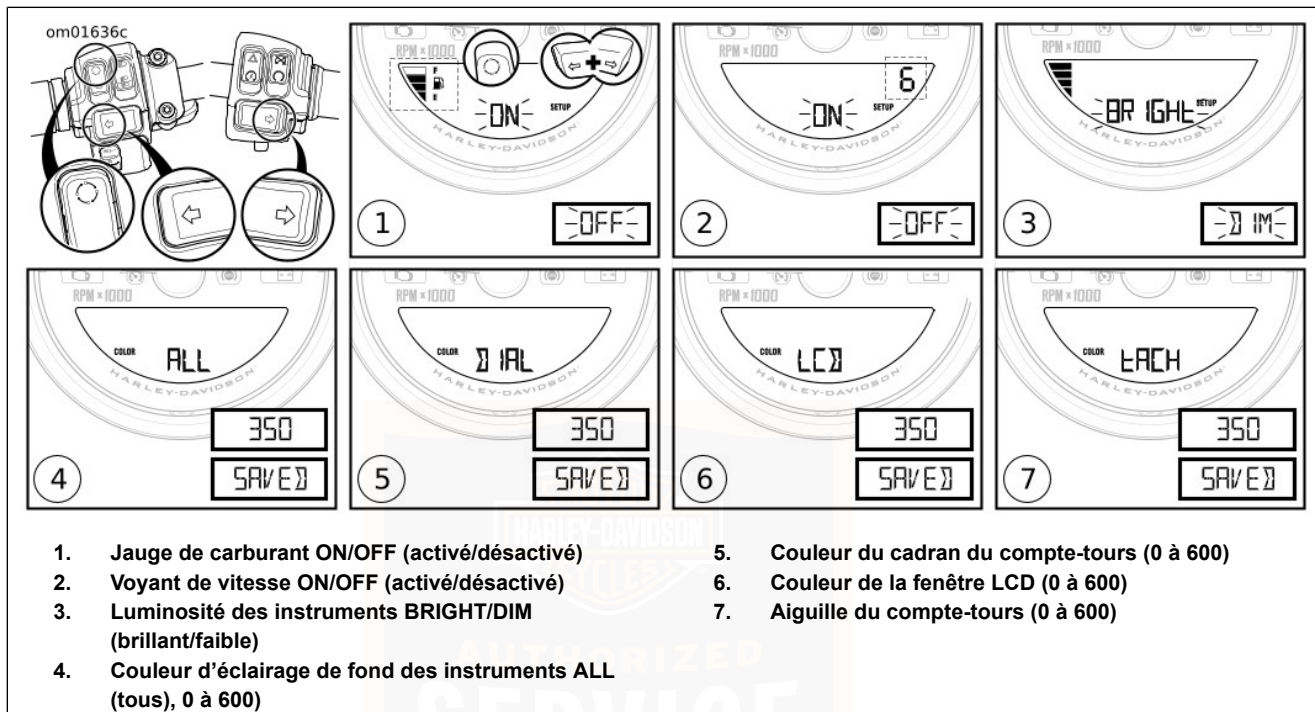

Figure 12. Réglages des instruments
2. Voir Figure 12. Maintenir enfoncés les deux commutateurs de feu de direction jusqu'à ce que « SETUP » (configuration) soit affiché dans la fenêtre LCD.